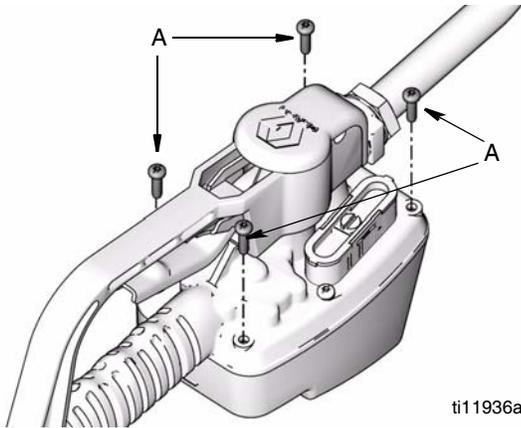

FIG. 1
1. Utilice una llave Torx (T20) para quitar los tornillos ubicados en las cuatro esquinas (A) de la base del medidor (FIG. 1). Conserve estas piezas para volver a armar el instrumento.